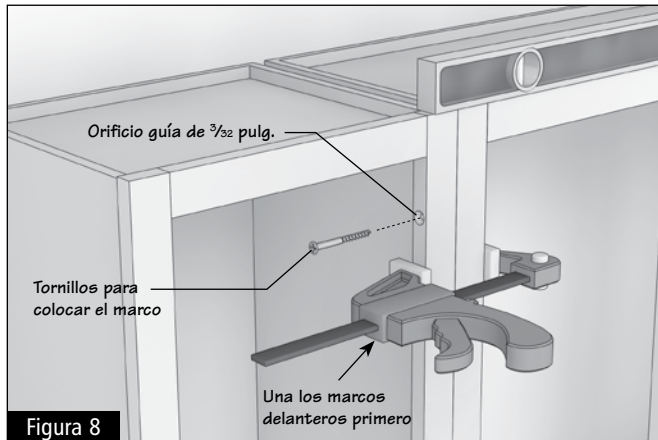

Figura 8
**2.5** Si desea colocar dos gabinetes, deberá unirlos antes. Luego perforo tres orificios de  $\frac{3}{32}$  pulg. en el lado de la bisagra del marco para asegurar que los orificios no impidan la colocación de la bisagra. Por último, coloque los tornillos de cabeza de estrecha #8 x  $2\frac{1}{2}$  pulg. en el marco para unir los dos gabinetes. (Figura 8)